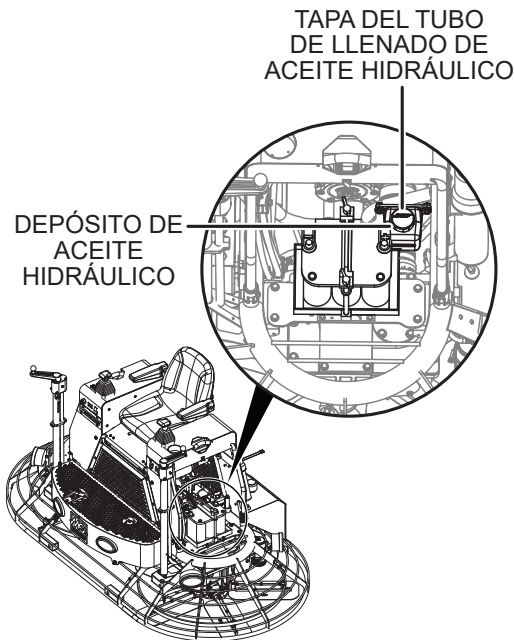

Figura 12. Depósito de aceite hidráulico
1. Compruebe el estado del aceite hidráulico a través del depósito de aceite hidráulico (Figura 12) junto a la batería. Reemplace el aceite hidráulico si está sucio o si hay burbujas presentes.